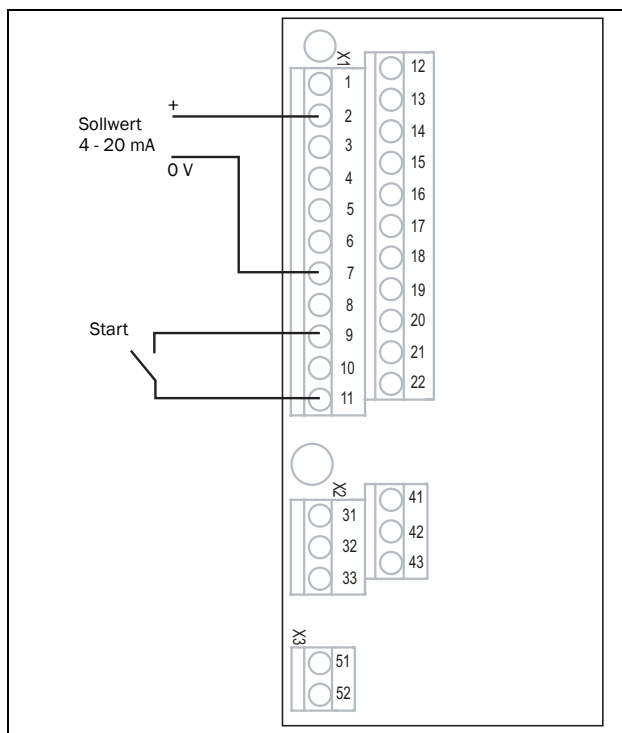

Fig. 23 Verkabelung
1. Es ist ein Referenzwert zwischen den Klemmen 7 (Common) und 2 (AnIn 1) anzuschließen, siehe Abb. 23.
2. Ein externer Schalter ist zwischen den Klemmen 11 (+24 V DC) und 9 (DigIn2, RUNR) anzuschließen, wie in Abb. 23 dargestellt.
15. Die digitalen und analogen Ein-/Ausgänge gemäß Abb. 23 anschließen.